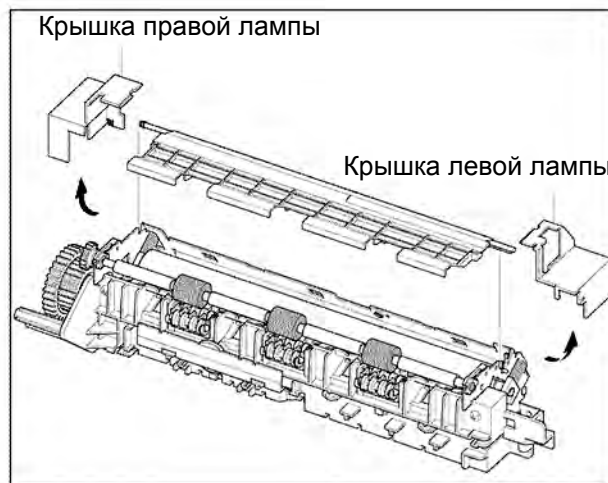

Рисунок 3
4. Снимите крышку правой лампы, крышку левой лампы и пассивный элемент фьюзера, рисунок 3.